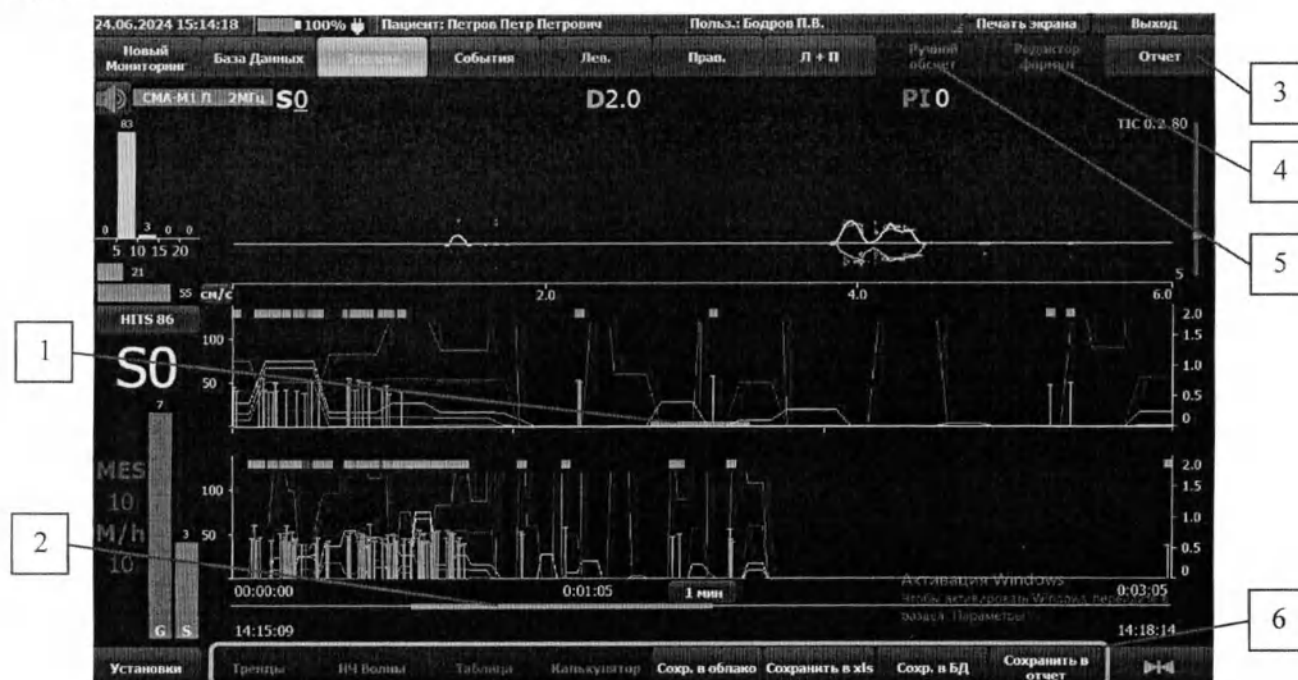

Рисунок 2.29 – Окно «Тренды» в режиме «Просмотр»
При нажатии кнопки «Тренды» в режиме «Просмотр» откроется окно «Тренды» (см. рисунок 2.29).
Для удобного просмотра спектрограммы или трендов имеются временные маркеры (см. рисунок 2.29, позиции 1, 2). Перемещая временной маркер (позиция 2) в окне трендов событий (ширина маркера соответствует 1 минуте), будут меняться тренды в минутном окне трендов событий, которые соответствуют данным в выбранном временном отрезке (положению маркера). Перемещая временной маркер (позиция 1) в минутном окне трендов событий (ширина маркера соответствует 6 секундам), будет меняться доплеровский спектр в спектральном окне (PW), который соответствует данным в выбранном временном отрезке (положению маркера).
обсчет** Для вызова функции ручного обсчета спектрограммы нажмите кнопку «Ручной обсчет» (см. рисунок 2.29, позиция 5) – на спектрограмме отобразятся маркеры. При необходимости скорректируйте положение маркеров.
формул** Для вызова редактора формул нажмите кнопку «Редактор формул» (см. рисунок 2.29, позиция 4) и, в открывшемся окне, при необходимости проведите редактирование формул.
Описание кнопок функциональной панели (см. рисунок 2.29, позиция 6) представлены в таблице 2.4.
Для перехода в режим «Отчет» нажмите кнопку «Отчет» (см. рисунок 2.29, позиция 3). Из режима «Отчет» можно будет вернуться в режим «Просмотр».